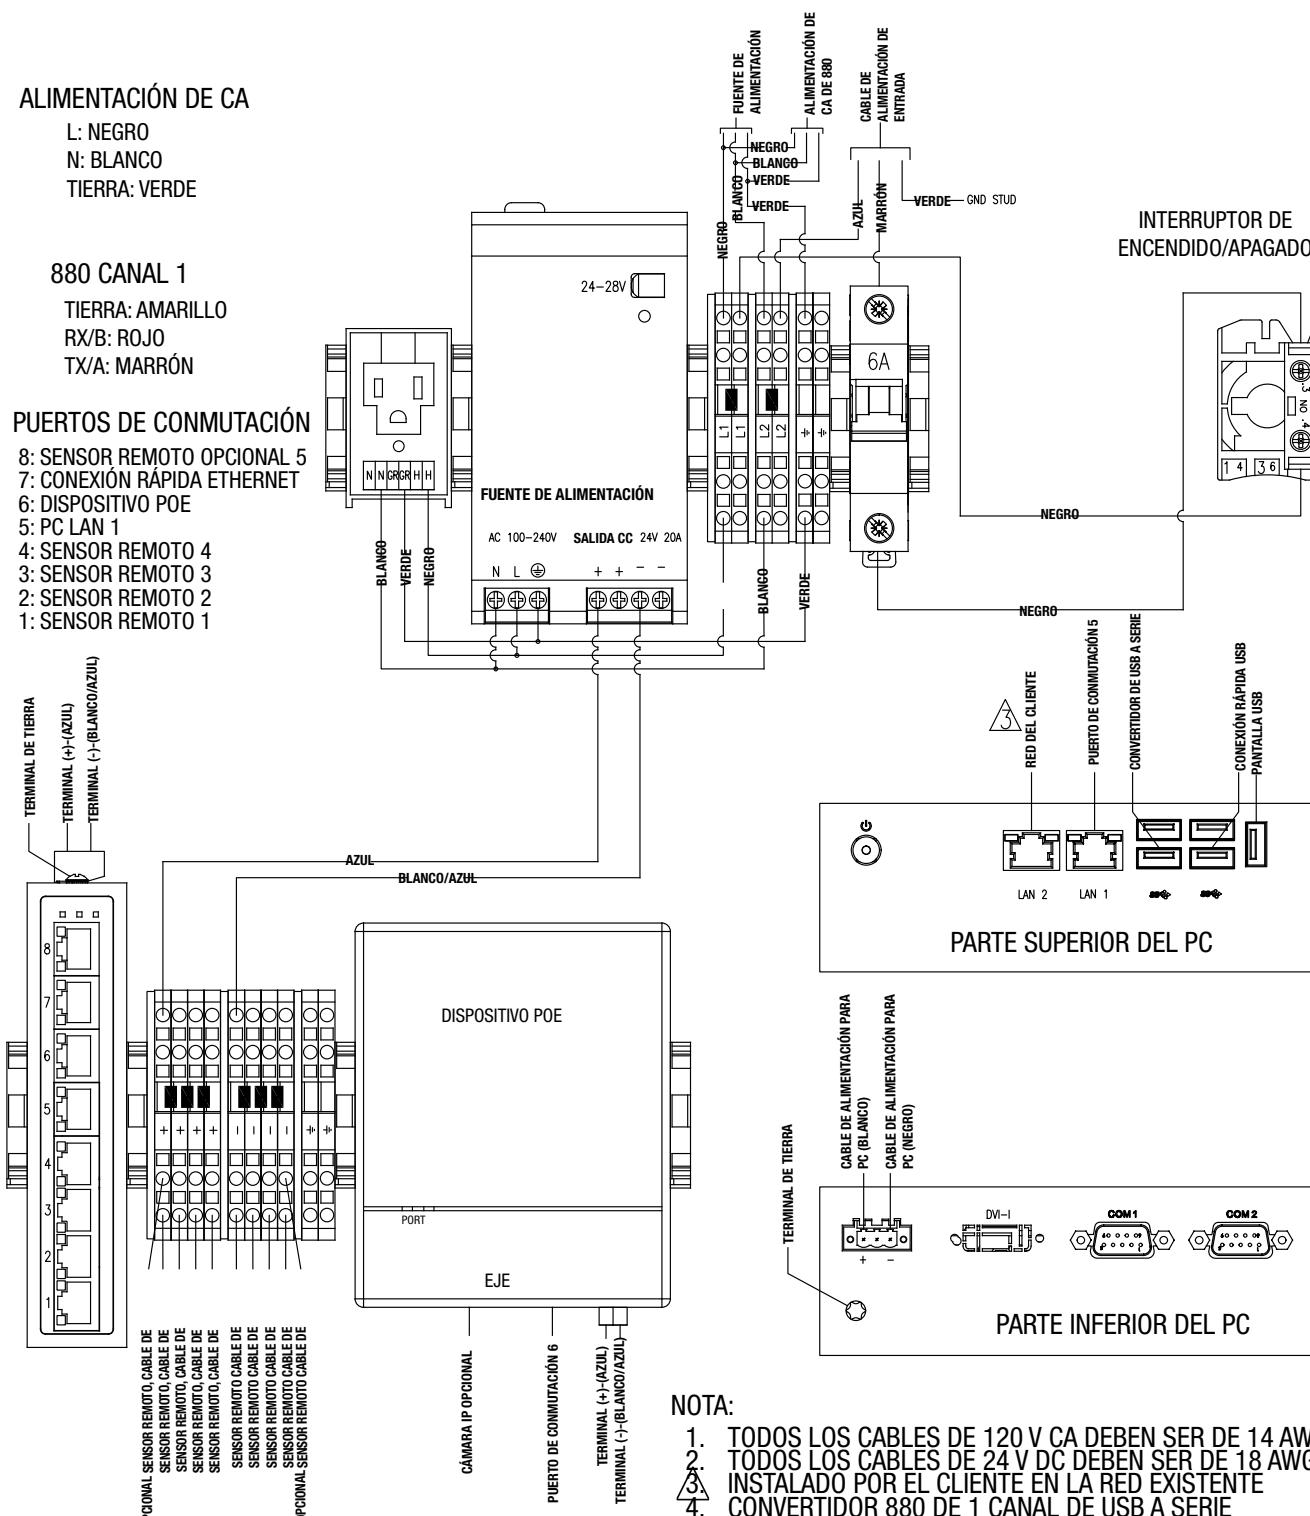

Figura 3-20. Diagrama de cableado 880
- Desmonte y conecte el cable "homerun" de la báscula SUMMIT 3000 al visor (Figura 3-20 para el visor 880 y Figura 3-21 en la página 27 para el visor 1280).